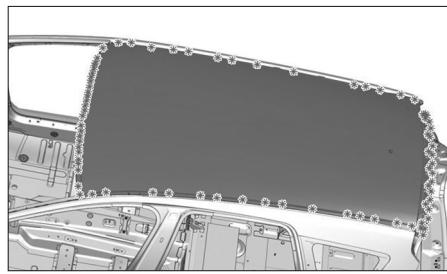

FIG. 131
- Fraisez les points de soudure (Fig.131).